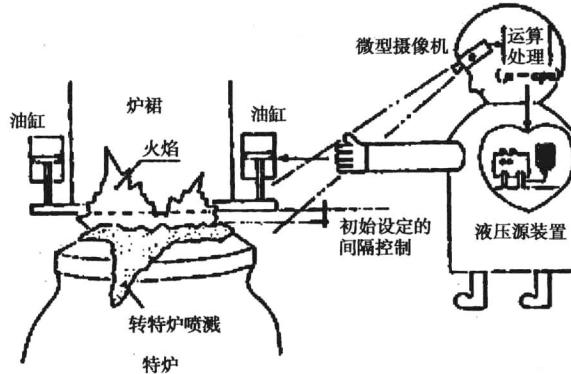

图 1-11 转炉炉裙位置控制
(9) 用于航天、军工(图 1-11)。如卫星发射塔、飞机(起落架收放、操舵与安全门等)、雷达、炮塔、高炮瞄准、坦克火炮稳定液压系统等。
如图 1-11 中所示为摄像机监测炉裙位置,电脑(CPU)作出炉裙与炉口位置之间间隔的判断,并发出指令,由液压装置执行对炉裙位置的调整,达到自动控制炉裙正确位置的目的。